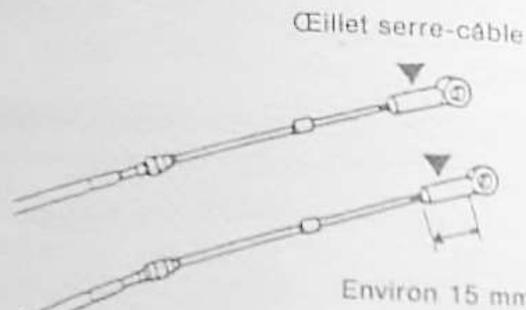

Fig. 15
- Fixer les embouts sur les extrémités des câbles. (Fig. 15).